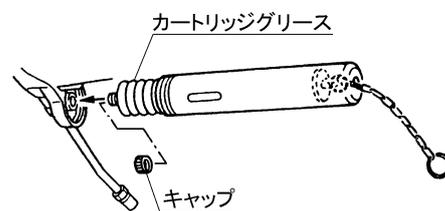

Fig.4
- 3) カートリッジグリースのキャップをねじ戻して外し、カートリッジグリースを本体内のネジ部に取付けてください。(Fig.4)